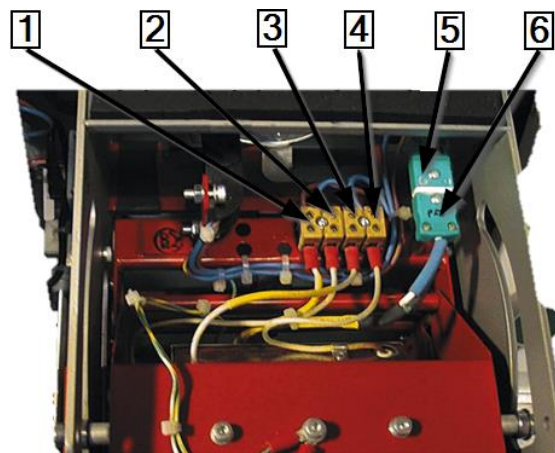

Abb. 62 : Villamos és termikus csatlakozások
- Távolítsa el a 2 rögzítő csavart az alsó fűtőelemnél (2).
- Csatlakoztasson minden elektromos és termikus csatlakozást a felső és alsó fűtőelemnél. Lásd Abb. 62 : Villamos és termikus csatlakozások, oldalszám 100.